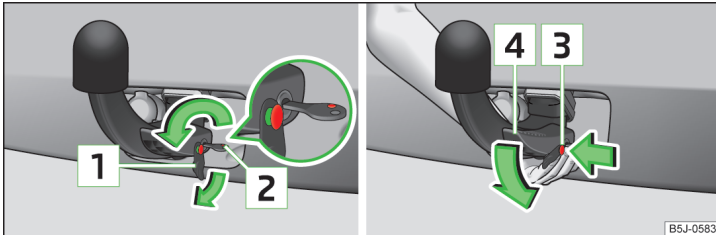

Abb. 128 Bedienungshebel der Kugelstange entriegeln / Kugelstange lösen
- Die Kappe [1] vom Schloss in Pfeilrichtung abnehmen » Abb. 128.